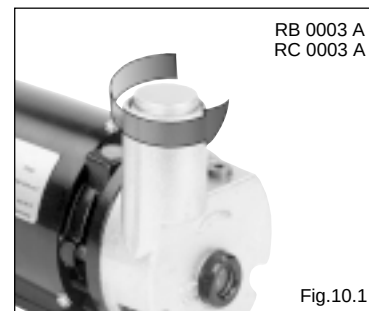
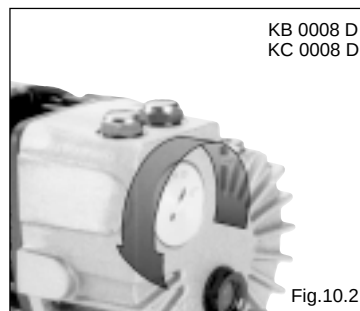

Fig.10.1
Fig.10.2
5. Das Luftentölelement (Fig.10.1/10.2) ist alle 500 Betriebsstunden zu wechseln. Bei starker Verunreinigung, erhöhter Stromaufnahme, erhöhter Temperatur und verminderter Abscheidewirkung muß dies schon früher geschehen. Dazu das Filterelement (bei Fig. 10.1 per Hand/ bei Fig. 10.2 mit einem Schraubendreher) aus dem Filtergehäuse drehen. Nach dem Einbau das neue Filterelement leicht festdrehen.
5. The exhaust filter (Fig.10.1/10.2) must be changed every 500 hours of operation. If there is considerable pollution causing increased power consumption, increased temperature and/ or decreased separation it must be changed earlier. For that unscrew the filter element (Fig. 10.1 by hand/ Fig. 10.2 by screw driver) out of the housing. After assembling fasten the new filter element hand tight.
5. Le filtre d'échappement (Fig. 10.1/10.2) doit être changé tous les 500 heures de fonctionnement. Si la pollution est importante, la température et la consommation d'énergie élevées, et si l'effet de séparation est diminué, il faut le changer plus tôt. Pour cela dévissez le filtre de son boîtier (Fig. 10.1 à la main/ Fig. 10.2 avec un tournevis). Remplacez par un filtre neuf et assurez vous d'une bonne remise en place en vissant.